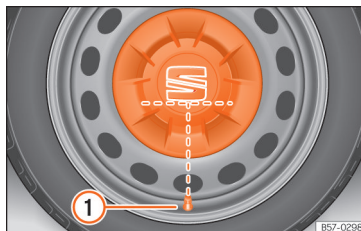

Abb. 33 Korrekte Anbringung der Radvollblende für Stahlfelgen.
- Legen Sie die Radvollblende an die Felge. Die Unterseite des Buchstabens „S“ des SEAT-Emblems muss mit dem Reifenventil übereinstimmen »» **Abb. 33 ①**.